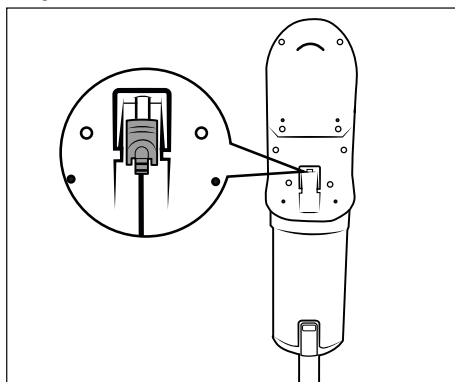

Fig. 8
- ▶ La aspiradora también puede cargarse directamente a través del adaptador de red 10. Para ello, extraiga el conector coaxial 11 del soporte mural 18 con un leve giro e insértelo en la conexión de carga 3 del aparato (consulte la fig. 8).